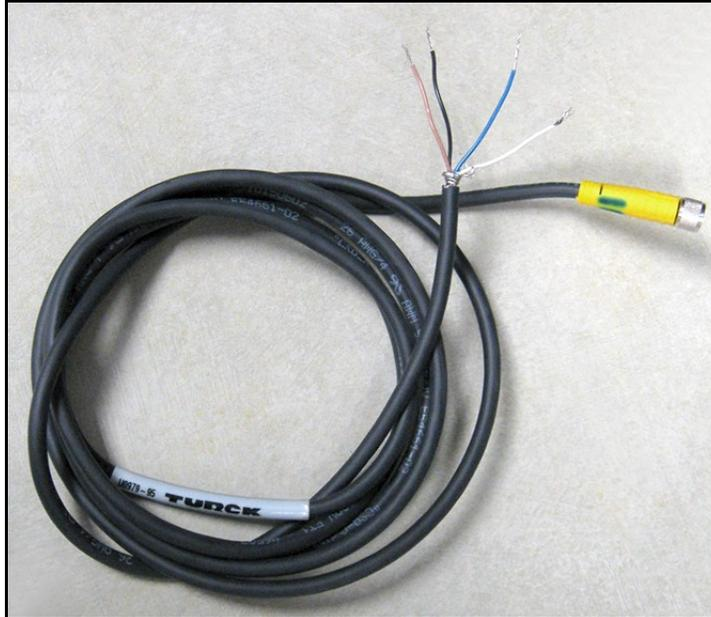

Figura 26: Cable de cuatro hilos de la sonda IQ.probe
1. Inserte el extremo del cable de la sonda (vea la *Figura 26* a continuación) con el conector en la sonda y haga girar la cabeza del conector en el sentido de las agujas del reloj hasta que calce.